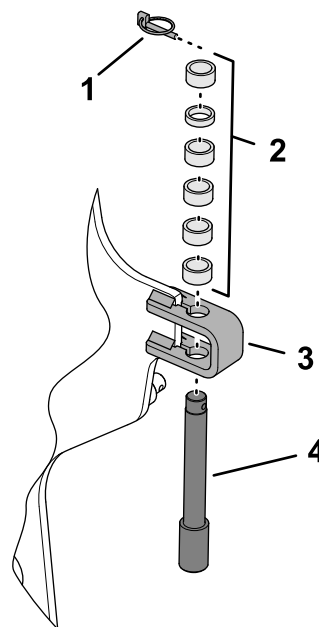

图 114
3. 拆下将限深销和隔片固定至限位支架的保险销 图 114。